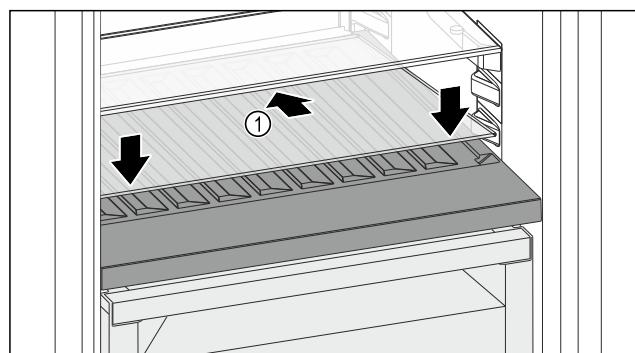

Fig. 116
- ▶ Coloque la placa de vidrio Fig. 116 (1) en ángulo e inclinada hacia atrás y hacia abajo.
- ▶ Levante la placa de vidrio Fig. 116 (1) por la parte delantera.